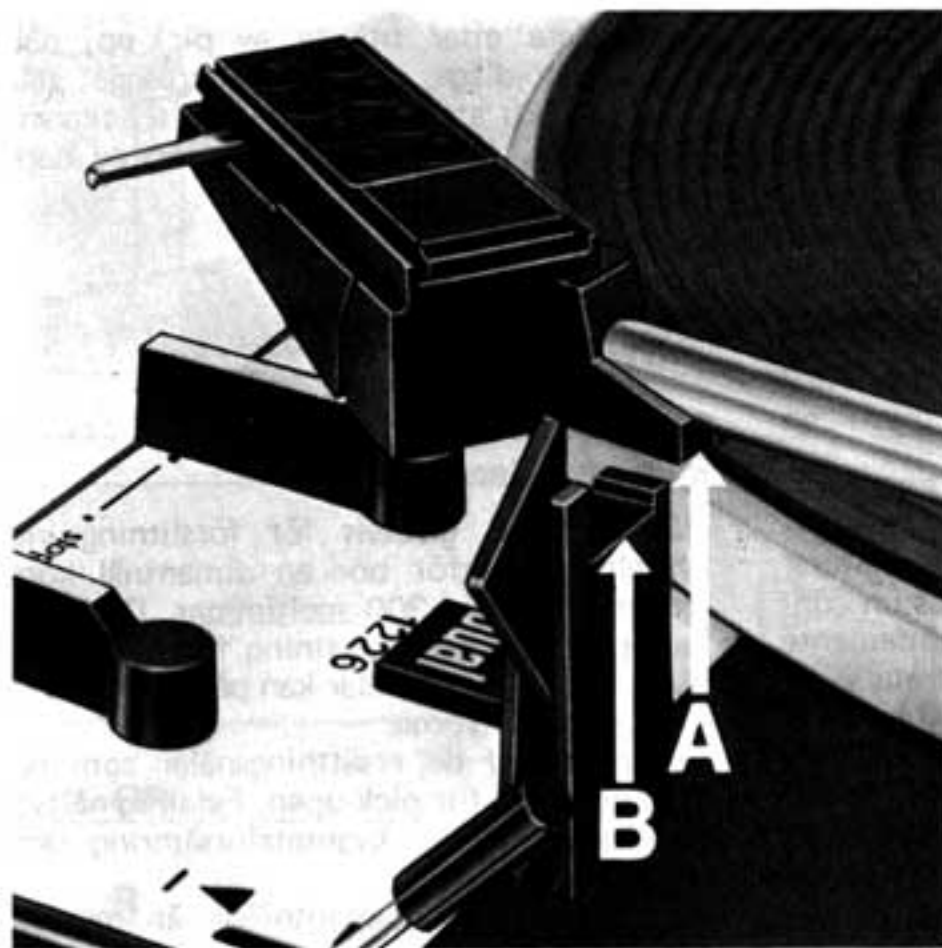

Fig. 15
4. Die exakte Balance des Tonarmes durch Drehen des Balancegewichtes herstellen. Der Tonarm ist ausbalanciert, wenn Kante "A" des Tonarmkopfprofils und Kante "B" der Tonarmstütze auf gleicher Höhe sind (Fig. 15), oder wenn der Tonarm sich nach Antippen in vertikaler Richtung wieder von selbst in die horizontale Lage einpendelt. Beim Ausbalancieren des Tonarmes muß dieser von der Kinematik entkoppelt sein. Tonarmlift in Stellung **II** bringen und eventuell Plattenteller von Hand im Uhrzeigersinn (einige Umdrehungen) drehen.
The tonearm is exactly balanced when edge "A" of the tonearm head profile is at precisely the same height as edge "B" of the tonearm rest (Fig. 15), or when the tonearm, tapped vertically, returns automatically to a horizontal position. When balancing the tonearm, the automatic mechanism must be disengaged. To be sure of this, place the cue control in position **II** and turn platter by hand clockwise a few rotations.